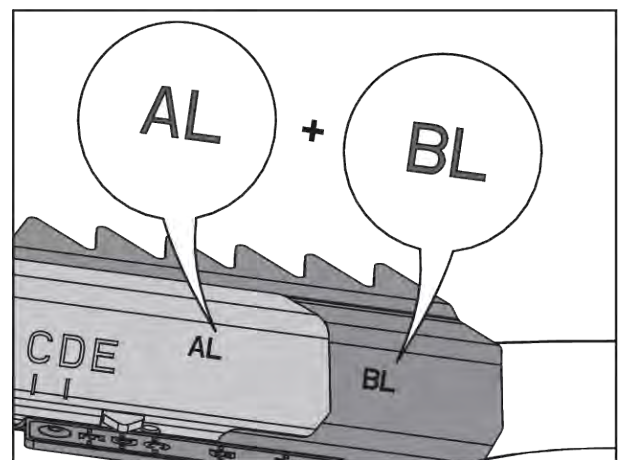

Fig. 79: Combinație aripi aruncătoare
- A se vedea Fig. 79 Combinație aripi aruncătoare